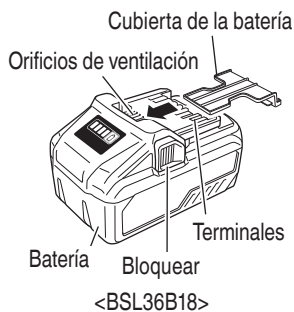

Fig. 7
- Instale el paquete de baterías en la herramienta eléctrica o almacénelo presionando la tapa de baterías hasta que se oculten los orificios de ventilación para evitar cortacircuitos. (Ver Fig. 7)